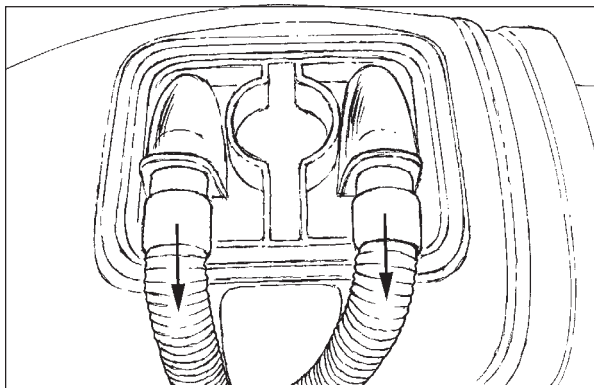

Abb. 7
3. Trennen Sie die Schläuche vom Schmutzwassertankdeckel (siehe Abb. 7.)